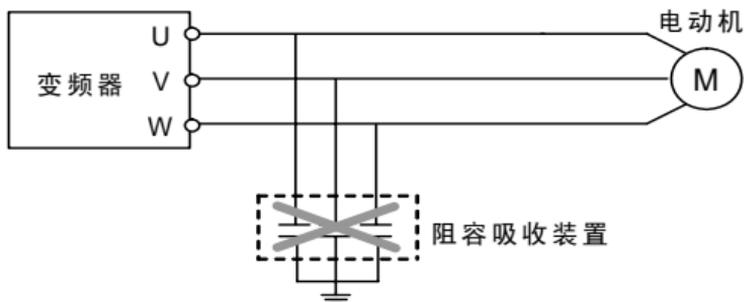

图 3-1 输出端禁止连接阻容吸收装置
(1) 确保变频器与供电电源之间连接有中间断路器，以免变频器故障时事故扩大。
(2) 为减小电磁干扰，请给变频器周围电路中的电磁接触器、继电器等装置的线圈接上浪涌吸收器。
(3) 频率设定端子 AI，仪表输出 AO 等模拟信号的接线请使用 0.3mm^2 以上的屏蔽线，屏蔽层连接到变频器的接地端子 CM 上，接线长度小于 30m。
(4) 继电器输入及输出回路的接线 (X1 ~ X3) 都应选用 0.75mm^2 以上的绞合线或屏蔽线，屏蔽层与控制端子的公共端 CM 相连，接线长度小于 50m。
(5) 控制线应与主回路动力线分开，平行布线应相隔 10cm 以上，交叉布线应使其垂直。
(6) 变频器与电机间的连线应小于 30m，当接线长度大于 30m 时，应适当降低变频器的载波频率。
(7) 所有引线必须与端子充分紧固，以保证接触良好。
(8) 所有引线的耐压必须与变频器的电压等级相符。
- 变频器 U、V、W 输出端不可加装吸收电容或其它阻容吸收装置，如图 3-1 所示。